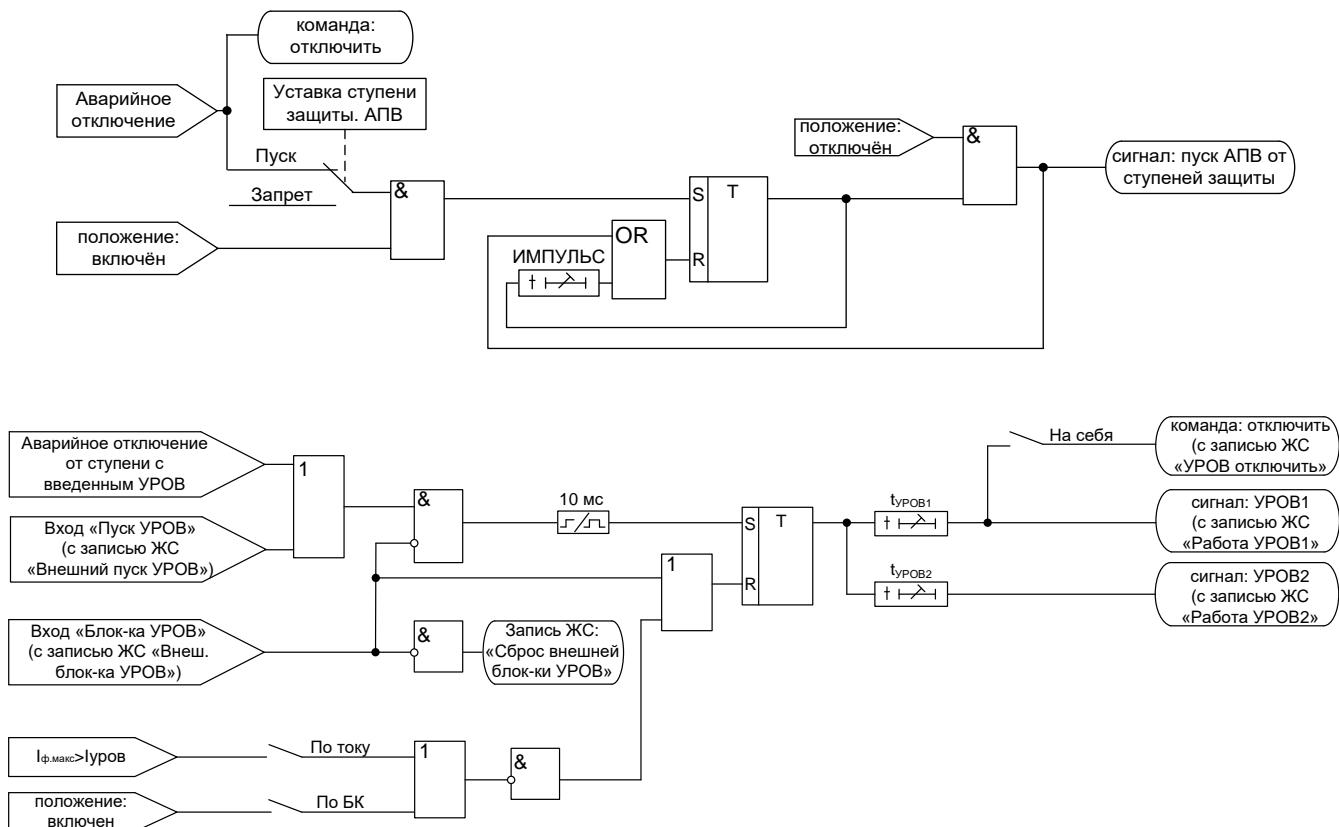

Рисунок 5.5 – Логика работы MP771 при аварийном отключении
1. Выдаётся команда «отключить» (рисунок 5.5).